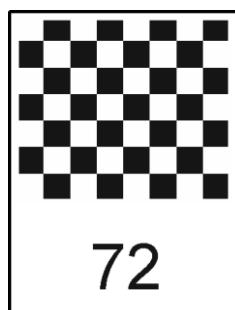

Рисунок 15 — Настройка контраста
- кнопками (↑, ↓) установить желаемое значение контраста (рисунок 15);
- нажать (↔) для подтверждения выбора, (X) — для отмены.